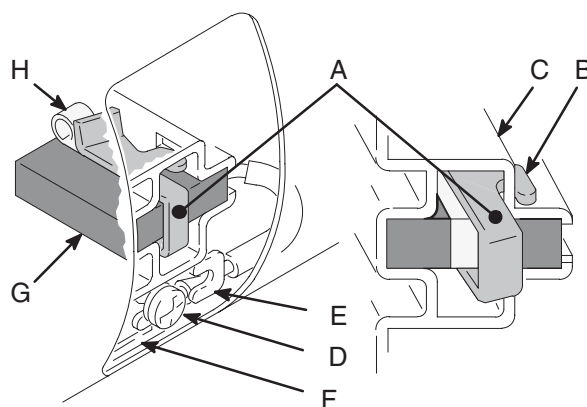

Fig. 5
5. Fig. 5. Empuje la abrazadera de resorte 110816 (A) para liberar los ganchos (B) del portaescobillas (C). Saque la abrazadera de resorte.
6. Fig. 5. Afloje el tornillo del terminal (D). Extraiga el cable de la escobilla (E), dejando el cable del motor (F) en su posición. Extraiga la escobilla (G) y el muelle (H).
9. Fig. 5. Deslice el cable de la escobilla (E) debajo de la arandela del tornillo de terminal (D) y apriete el tornillo. Asegúrese de que el hilo conductor del motor (F) todavía esté conectado al tornillo.